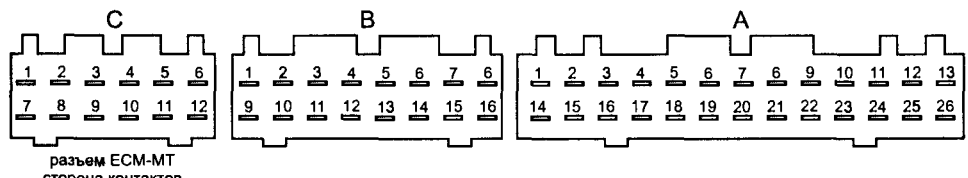

Рис. 2.7.1. Принципиальная схема ЭСУД «Toyota TCCS» в комплектации МТ
Принципиальная схема ЭСУД Toyota Carina E 1995—1998 гг. выпуска для двигателя 7A-FE в комплектациях с ручной (MT) и автоматической (AT) трансмиссией, приведена на рис. 2.7.1 и 2.7.2 соответственно.
На рис. 2.7.1 и 2.7.2: